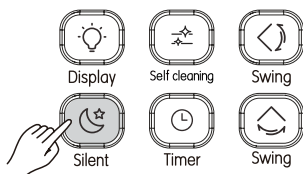

Рисунок 3.14
1) Когда блок находится в режиме охлаждения или нагрева, нажмите  (см. Рисунок 3.14), чтобы запустить режим «Бесшумный». На экране отображается значок .